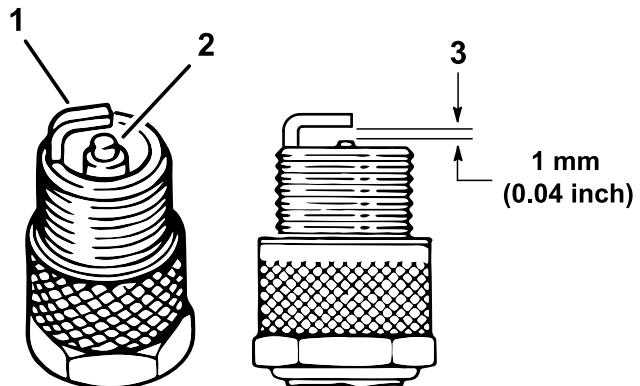

Figura 35
- Compruebe el estado del electrodo lateral, el electrodo central y el aislamiento del electrodo central para verificar que no están dañados (Figura 35).
- Ajuste la distancia entre los electrodos central y lateral a 1 mm (0.04"), como se muestra en la Figura 35.